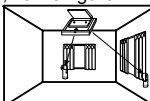

Figure 4
- Monté au plafond** - (Pour obtenir les meilleurs résultats, le VITRON sans fil est centré et dirigé vers la vitre à protéger, en se servant du support orientable fourni, voir la figure 4).